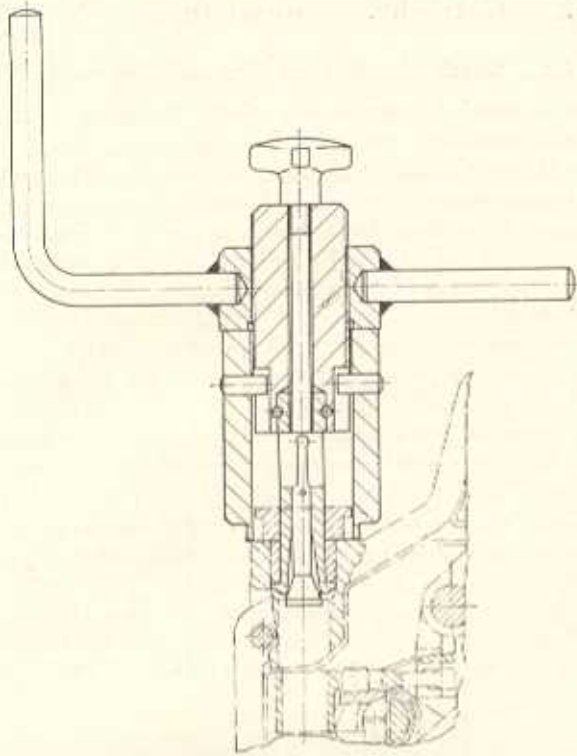
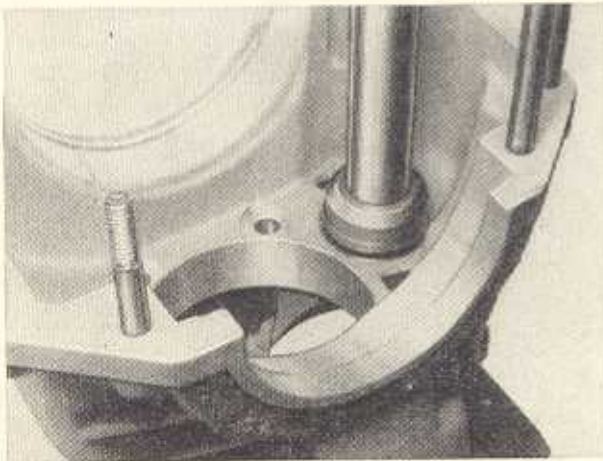

Bild G 114. Bundbuchse herausziehen
Bild G 115. Nadellager aus- bzw. einpressen
1. Bundbuchse für Schaltwelle mit Abzieher W-420933 abziehen (Bild G 114). Zwei Sicherungsringe mit Sicherungsringzange herausnehmen, Nadellager R Na 4906 herauspressen (Bild G 115), vordere Flanschfläche von anhaftender Dichtungsmasse mit Spiritus säubern. Die Rücklaufachse, Stiftschrauben und Zylinderstifte sind lediglich bei Bedarf auszuwechseln.